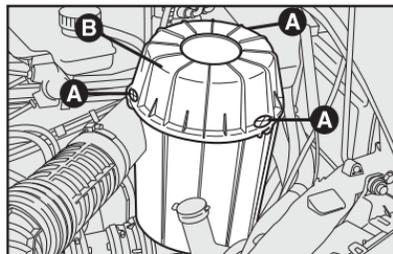

fig. 8
**SUBSTITUIÇÃO** - figs. 8 e 9